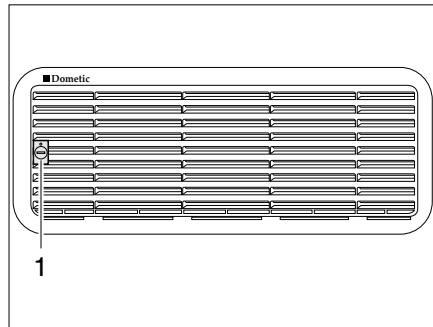
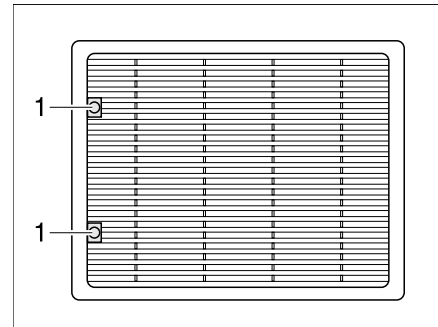

Bild 131 Kühlschrank-Lüftungsgitter (Dometic klein)
Bild 132 Kühlschrank-Lüftungsgitter (Dometic groß)
- Schraube (Bild 131,1 bzw. Bild 132,1) mit Hilfe einer Münze eine viertel Umdrehung drehen.